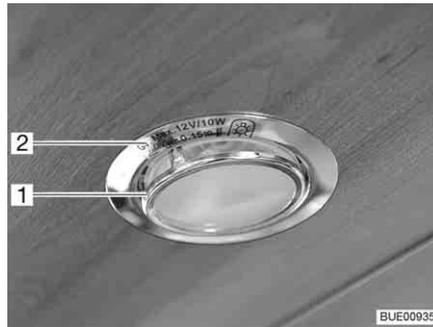

Fig. 212 Lampe halogène encastrée (plate)
Lampe halogène encastrée (Fig. 212,2) est incorporée dans le cache.
- Soulever la bague de recouvrement intérieure avec le panneau en verre (Fig. 212,1) à l'aide d'un outil approprié (par ex. tournevis) et la sortir du boîtier.